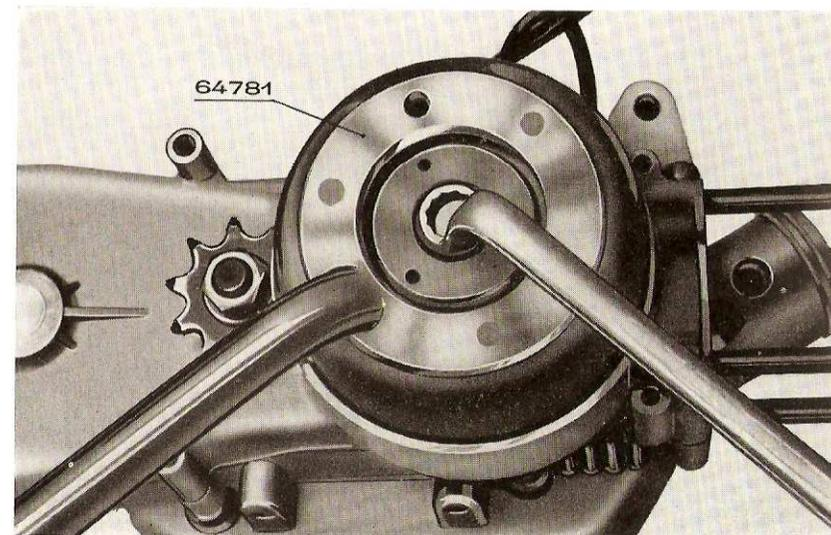
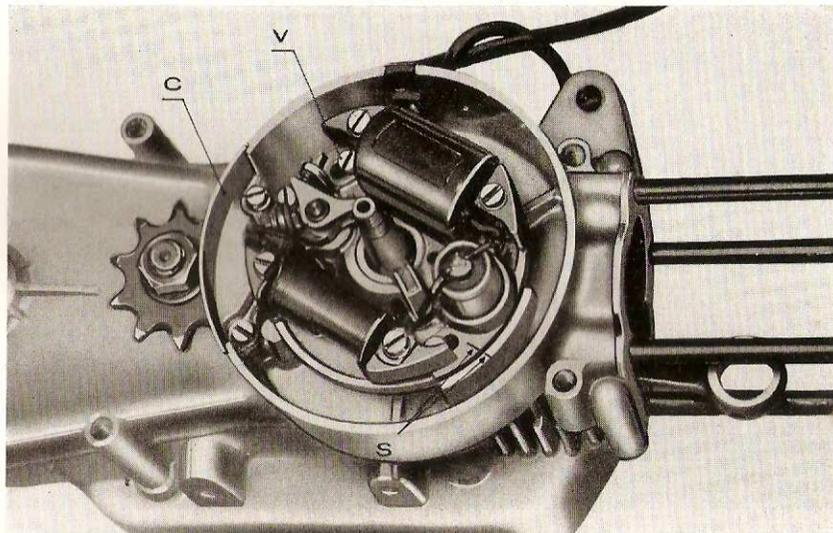

Fig. 1 - Comment retenir le volant magnétique avec l'outil 64781.
Fig. 3 - Repères entre le support et le carter moteur.
- b) Monter le support en ayant soin de faire coïncider les repères (S) faits précédemment lors du démontage (voir Fig. 3) et mettre en place les 2 vis de fixation, sans les visser à fond.
- Le contrôle du réglage se fait en tournant lentement le volant dans le sens anti-horaire jusqu'à faire coïncider la flèche (A) sur le volant avec la marque B sur le semi-carter droit. A cette position les contacts doivent commencer à s'ouvrir. S'ils s'ouvriraient avant ou après cette position, dégager le volant, desserrer les vis de fixation du support et tourner un peu le support dans le sens demandé; visser légèrement les 2 vis, remonter le volant et contrôler à nouveau l'ouverture des contacts.
- e) Le réglage exact obtenu, enlever le volant, serrer à fond les 2 vis de fixation support, remonter le volant en faisant attention que la cale soit toujours en place, engager la rondelle élastique et visser à fond l'écrou de fixation volant, en employant l'outil et la clé de 12 mm. déjà utilisés pour le démontage (voir Fig. 1).